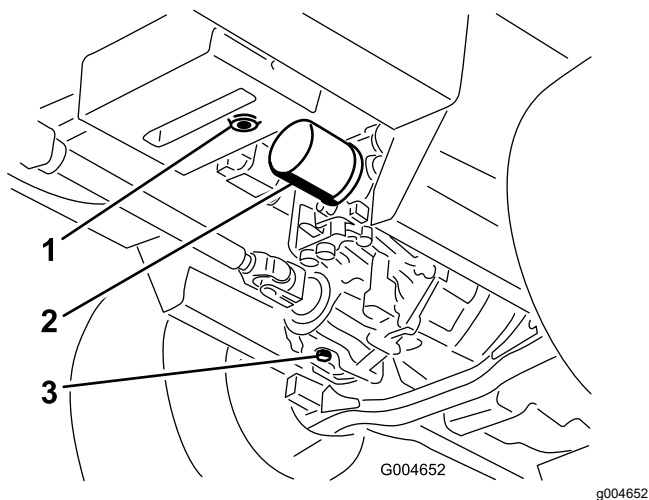

Bild 96
3. Stellen Sie eine große Wanne unter den Hydraulikbehälter und das Getriebe und nehmen Sie die Schrauben ab. Lassen Sie die Hydraulikflüssigkeit ablaufen (Bild 96).
4. Reinigen Sie den Bereich um den Hydraulikölfilter und nehmen Sie den Filter ab (Bild 96).